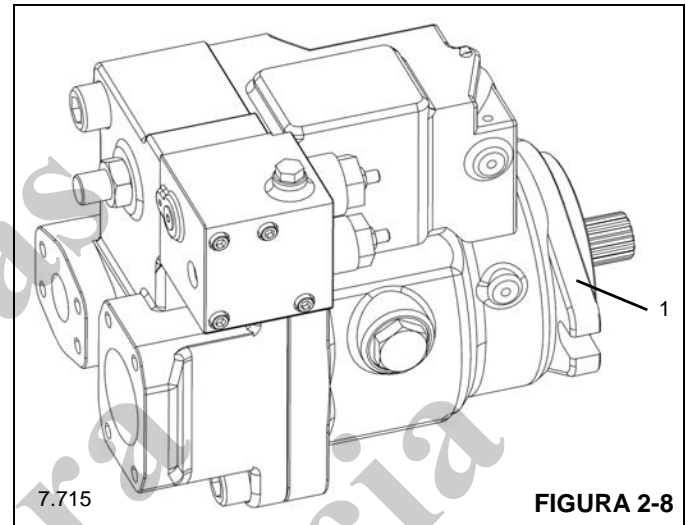

FIGURA 2-8
3. Parafuse a bomba (1, Figura 2-8) na PTO com o flange de montagem da bomba.